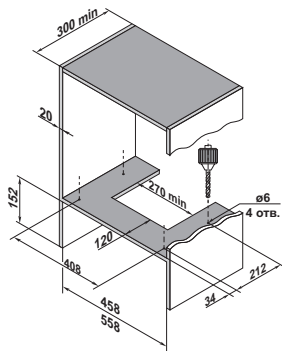

Рис. 3
2. Выполните отверстия в шкафу согласно эскиза для выбранного варианта установки. (Рис. 3)